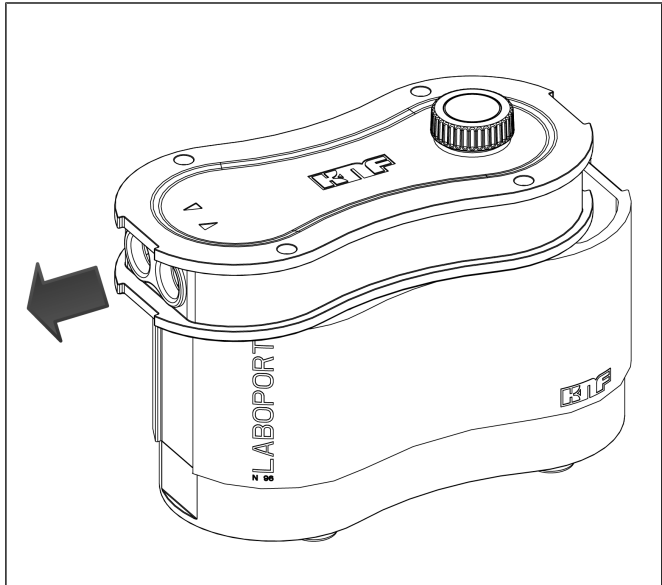

Fig.8: Poussez le couvercle du carter au-dessus des raccords de gaz (ouvrir la pompe)
2. Faites glisser le couvercle du carter (2) sur les raccords de gaz (voir Fig. 8).